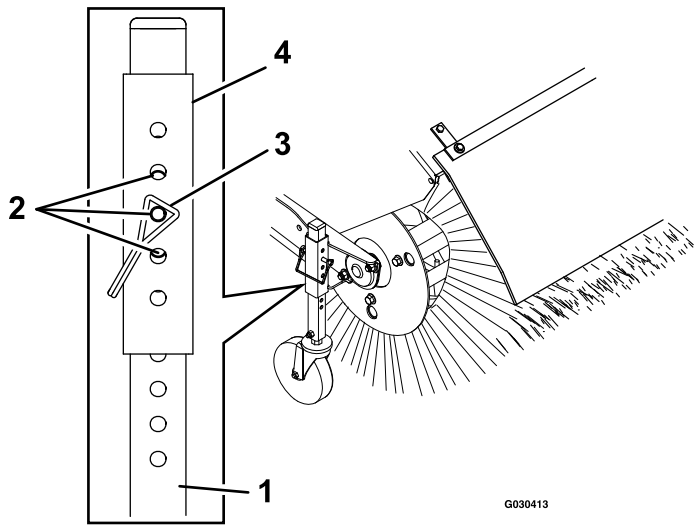

Bild 17
- Nehmen Sie zum Einstellen der Kehrbürstenhöhe den Stift aus der Einstellerhülse und dem Laufradrohr (Bild 17).
- Schieben Sie zur Anpassung der Einstellung die Einstellerhülse um ein Bolzenloch am Laufradrohr nach oben oder unten, um die Höhe der Kehrbürste in Schritten von 3 mm einzustellen (Bild 17). Wiederholen Sie die Schritte 5 bis 7 für das andere Laufrad.